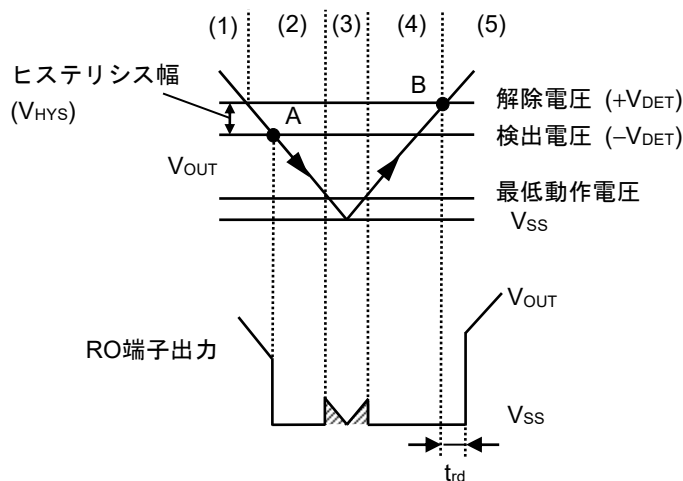

図38 ディテクタ部のタイミングチャート
- (1) レギュレータの出力電圧 (V_{OUT}) がディテクタの解除電圧 ($+V_{DET}$) 以上で、Nchトランジスタ (N1, N2) はオフになり、RO端子に "H" が出力されます。このときPchトランジスタ (P1) はオン状態で、コンパレータ (C1) への入力電圧は $\frac{R_B \cdot V_{OUT}}{R_A + R_B}$ になります。
- (2) V_{OUT} が低下し $+V_{DET}$ 以下になっても、検出電圧 ($-V_{DET}$) 以上であればRO端子に "H" が出力されます。 V_{OUT} が $-V_{DET}$ (図38のA点) 以下になるとC1によって制御されるN1はオンになり、 C_{DLY} が放電されます。同時に、遅延回路によって制御されるN2はオンになり、RO端子に "L" が出力されます。このときP1はオフになり、C1への入力電圧は $\frac{R_B \cdot V_{OUT}}{R_A + R_B + R_C}$ になります。
- (3) V_{OUT} がさらに低下し、ICの最低動作電圧以下になると、RO端子出力は不定になります。RO端子がプルアップされる場合、"H" が出力されます。
- (4) V_{OUT} が最低動作電圧以上に上昇するとRO端子に "L" が出力されます。また、 V_{OUT} が $-V_{DET}$ を越えても $+V_{DET}$ 未満の場合には出力は "L" になります。
- (5) さらに V_{OUT} を上昇させ $+V_{DET}$ (図38のB点) 以上になるとN1はオフになり、 C_{DLY} が充電されます。 V_{DLY} がしきい値電圧 (1.25 V typ.) になると、遅延回路によって制御されるN2はオフになり、RO端子に "H" が出力されます。